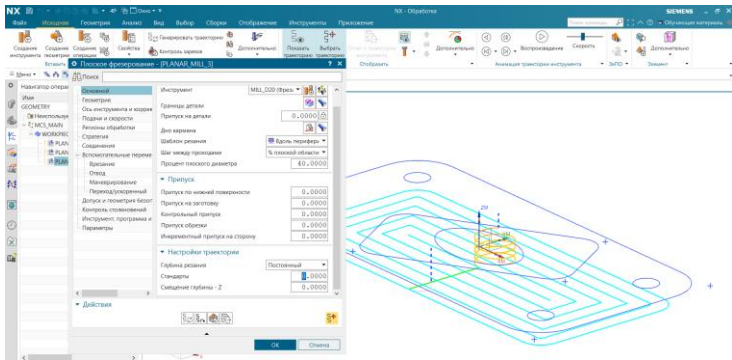

Рисунок 4.12 – Результат измерения шаблона резания
9. Зробіть ще одну копію першої операції PLANAR\_MILL, перейменуйте її в PLANAR\_MILL\_3. Виконайте команду основної - глибина резання – постійный. Задайте стандарти 0 мм. Змініть шаблон різання на Вдоль периферии і згенеруйте операцію. Результат показан на рис. 4.12.